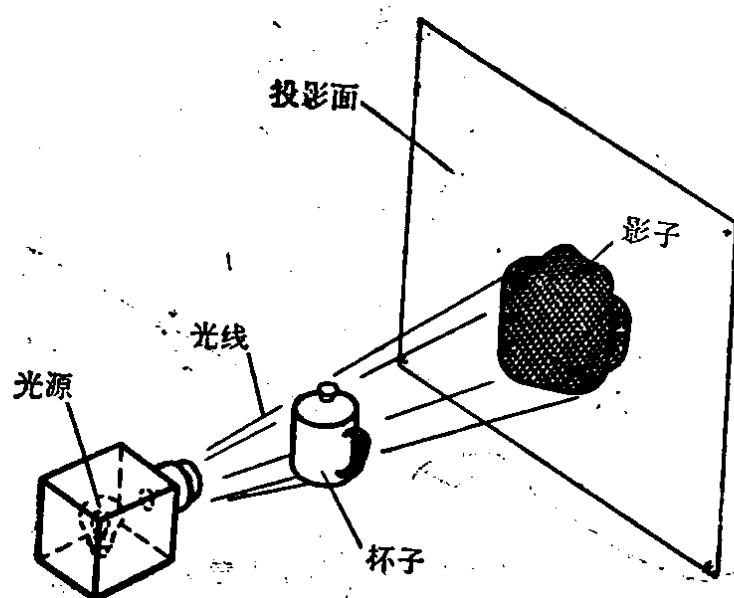

图 1-6 投影
1. 投影 在日常生活中，投影的例子是很多的。当阳光或灯光照射物体时，在地面或墙壁上会出现影子。这种现象叫做投影(图 1-6)。